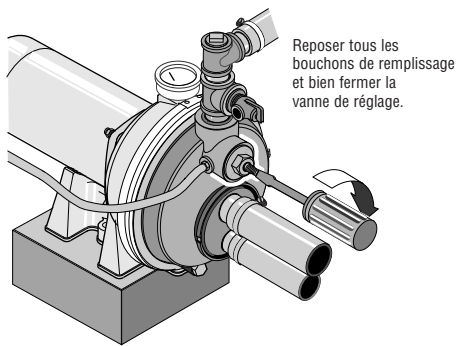

Figure 17 : Amorçage de la pompe
2. Reposer tous les bouchons de remplissage et fermer complètement la vanne de réglage (voir la Figure 17).